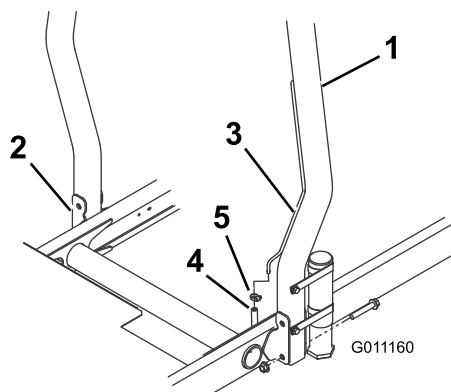

Figura 12
1. Baixe o arco de segurança até aos suportes de montagem da unidade de tração, alinhando os furos de montagem. Certifique-se de que o tubo de ventilação no arco de segurança fica do lado esquerdo da máquina (Figura 12).
- Fixe cada lado do arco de segurança aos suportes de montagem com 2 parafusos de cabeça flangeada e porcas de bloqueio (Figura 12). Aperte os parafusos e porcas com 81 N m.